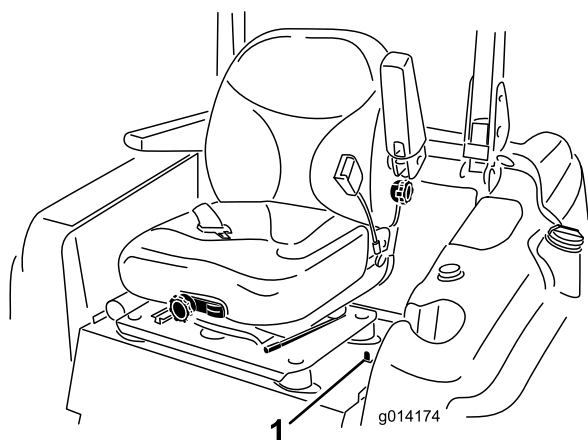

Figura 17
1. Mova o trinco do banco, localizado no lado esquerdo do banco, para trás para soltar o banco e empurre para a frente na parte superior do banco (Figura 17).